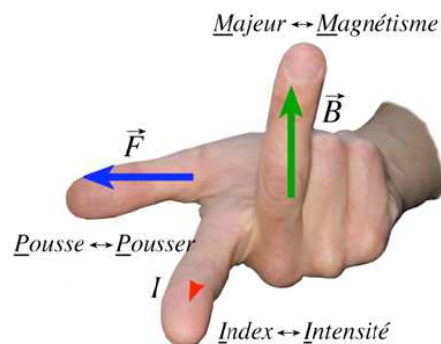

Figure 9 : Force électromagnétique et règle de la main droite
- le sens, déterminé par la règle des trois doigts de la **main droite** (figure 9) : \vec{F} , I , \vec{B} équivalent à pousse, index, majeur.